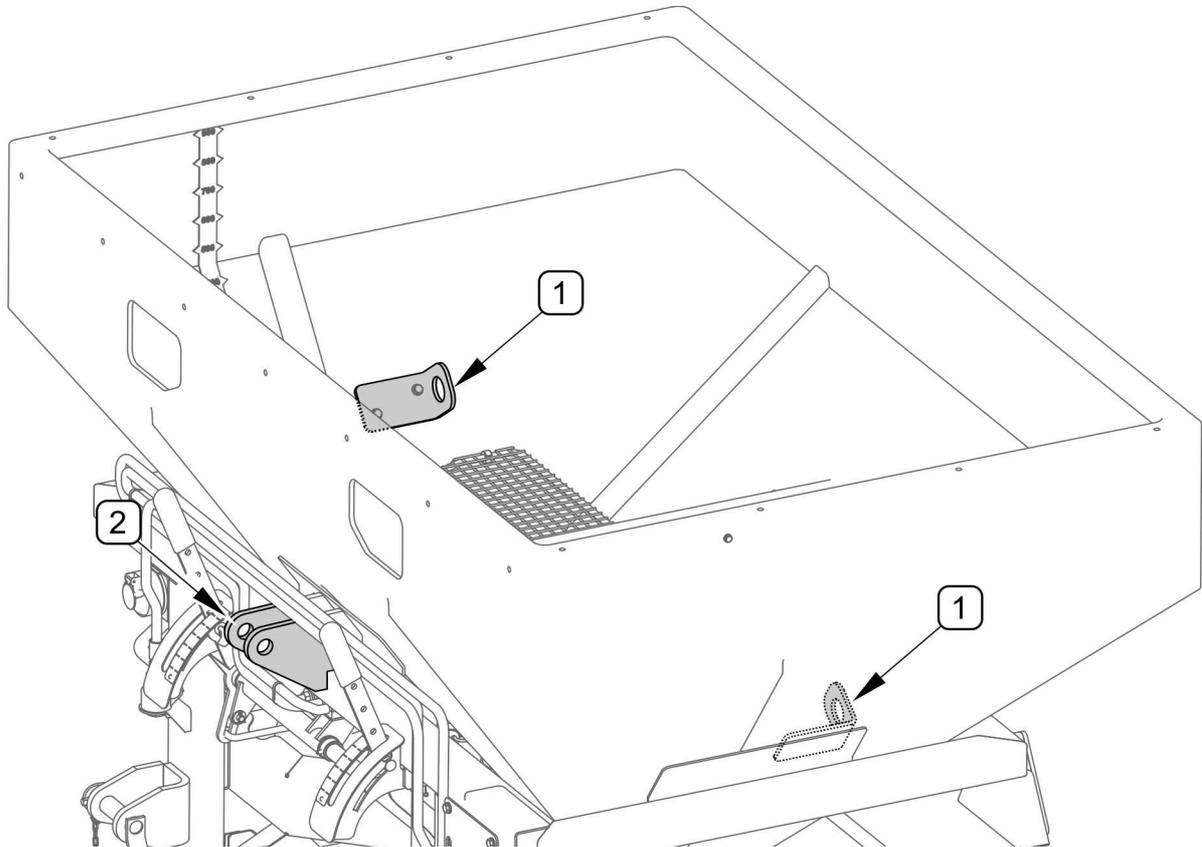

РИСУНОК 1.2 Транспортные захваты
При загрузке на транспортное средство подсоединение машины к подъемным устройствам осуществляется в предназначенных специально для этого местах (РИСУНОК РИСУНОК 1.2), т.е. за кронштейн (2) центрального сцепного устройства и захваты (1) внутри бункера.